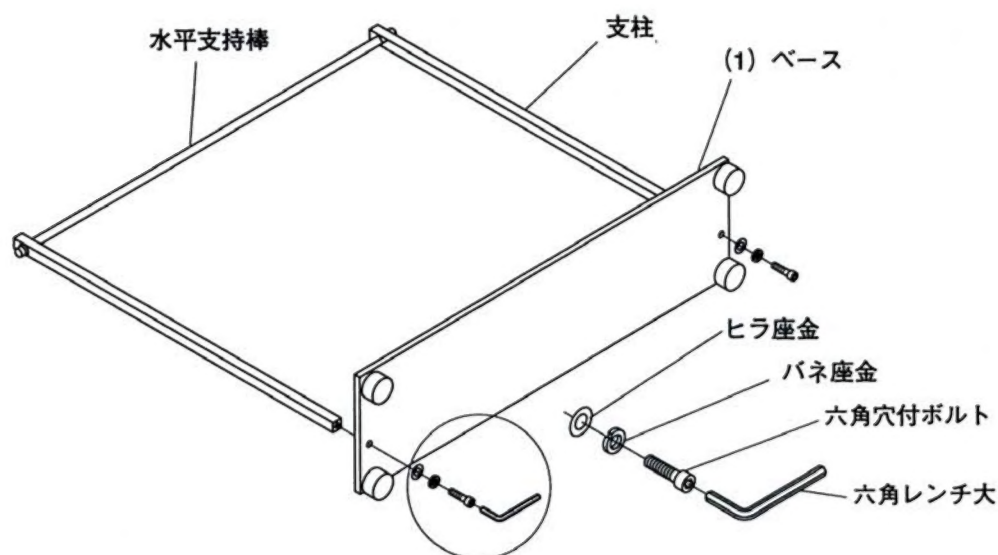

図4. 組立の2
4.2 (図4. 参照) ・組立てた(2)支柱と(3)水平支持棒を(1)ベースに(14)六角レンチ大を使って取付けます。